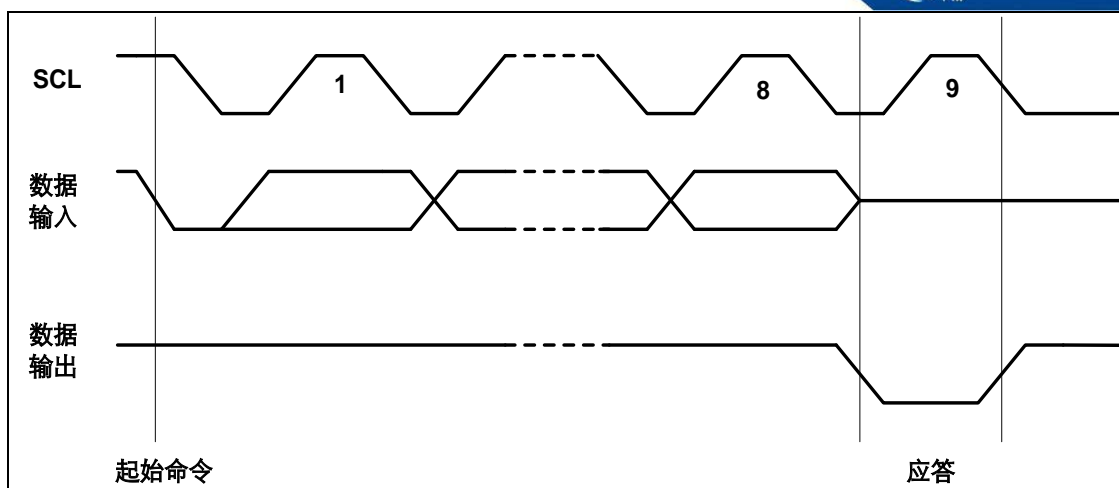

图 3-7 输出应答(ACK)
**输出应答:** SDA 上的数据都是以 8 位为一组串行输入和输出的, MSB 先发, 接收方在收完每个字节后应当在第 9 个周期回发一个回应 acknowledge 位(以下简称 ack), ack 的时钟由主机提供。发送方在 ack 期间悬空 SDA, 接收方须将 SDA 拉低, 确保 ack 时钟高电平期间 SDA 为低, 形成有效的 ack 信号(参见图 3-7)。